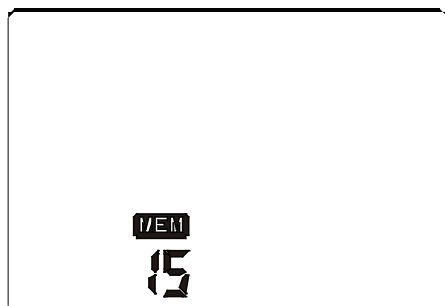

Abbildung 7
- a. Nach der Messung können die in der Speichereinheit gespeicherten Messergebnisse durch Drücken der Taste „MEM“ erneut aufgerufen werden. Das Display zeigt die Anzahl der Messergebnisse, die sich in der ausgewählten Speichereinheit befinden. Siehe Abbildung 7.